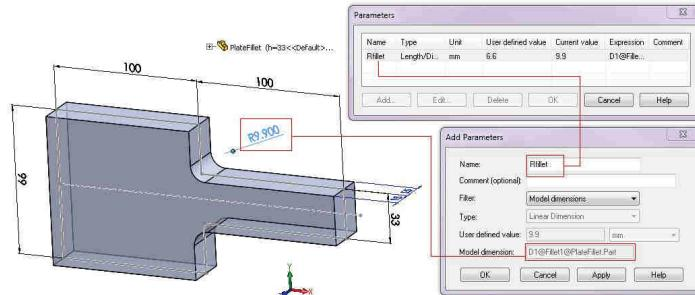

Fig. 12.11
- Click **Insert → Design Study → Parameters**; va fi afișată fereastra **Parameters**, fig. 12.11.
- Click **Insert → Design Study → Parameters**; the **Parameters** window will be displayed the, fig. 12.11.